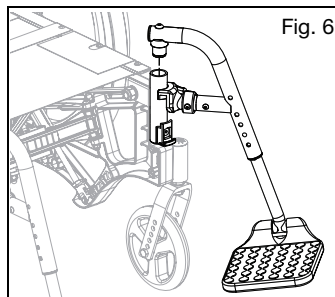

Fig. 6
- a. Placez la selle pivotante dans le récepteur sur le tube du châssis avant avec le repose-pied orienté vers l'intérieur ou vers l'extérieur du châssis (Fig. 6).